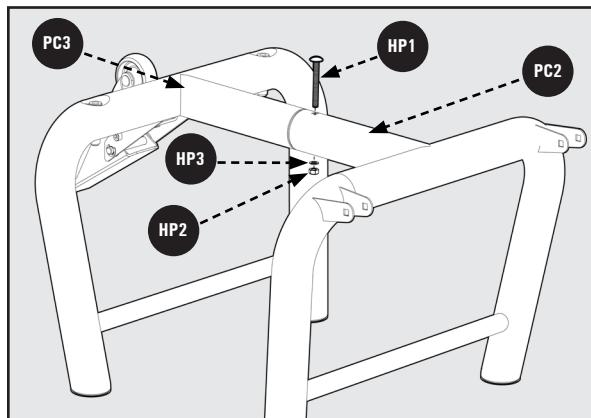

Figura 1
1. Conecte las dos patas del tubo insertando el extremo de la pata izquierda **PC2** en el extremo de la pata derecha **PC3** como se muestra en la Figura 1. Usando una llave de 13mm, asegure con un perno de carroje M8 x 75mm **HP1**, Rondelle plate M8 **HP14**, tuerca M8 Nylock **HP2** y apriete. Como se muestra en la Figura 1.